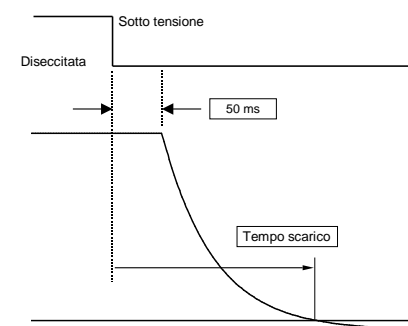

Figura 1
Nota 3) In fase di disseccazione, l'aria sarà scaricata dall'attacco 3 (R) dopo circa 50ms. Il tempo impiegato dalla pressione del sistema per scaricarsi dipenderà dalla pressione d'esercizio e dal volume del sistema, vedi Figura 1.